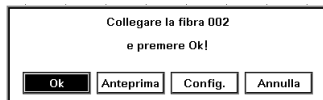

Figura 61 Messaggio di collegamento fibra
Sullo schermo compare il messaggio: Collegare la fibra *nnn* e premere OK!, dove *nnn* è il numero di fibra successivo (Figura 61).
- 7** Una volta completato l'esame dell'anteprima di misura, premere SELECT per tornare al messaggio iniziale (Figura 61).